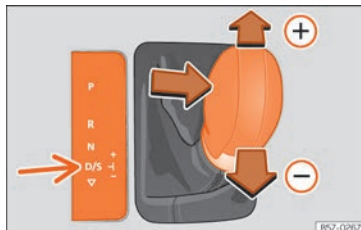

Abb. 162 Hebel in Tiptronic-Stellung.
- Drücken Sie den Hebel nach vorn (+) oder zurück (-), um hoch- oder herunterzuschalten »» **Abb. 162.**